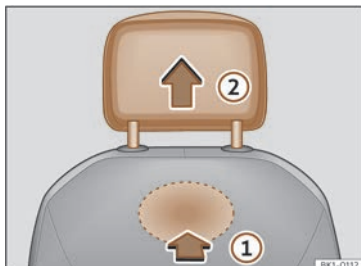

Fig. 101 Tetiera față: demontarea.
- Pentru deblocarea tetierei, identificați butonul de sub tetieră și apăsați în direcția indicată de săgeată >>> fig. 101 ①.
- Demontați tetiera în direcția indicată de săgeată ②.